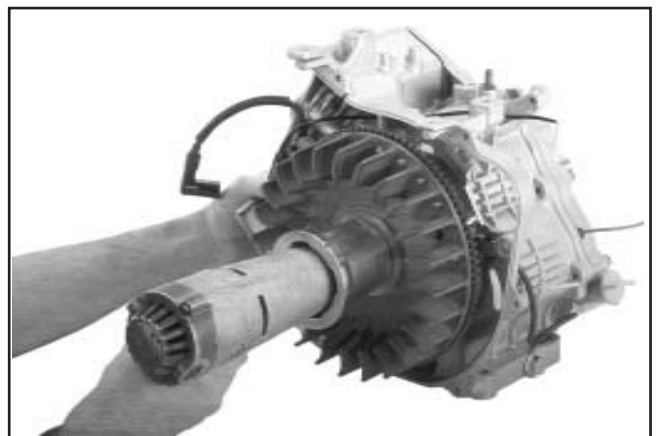

Figure 9-47. Retrait de l'écrou du volant à l'aide d'une clé à chocs.
1. Retirer l'écrou de maintien du volant, la rondelle et la coupelle d'entraînement. Voir les figures 9-47 et 9-48.